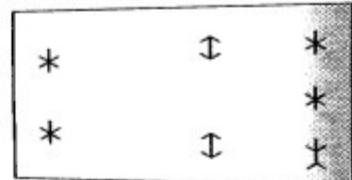

図8 ガラス板の中央部を加熱した場合の力の分布の説明図
b. ガラス板の中央部が加熱された場合熱せられた部分の温度が、ガラスが軟化する温度よりは低いとします。中央部は膨張としますが、周辺は自分の大きさを変えないで保ちたいという傾向になります。その結果、中央部には一様な(方向によらないで)圧縮の力が発生します(図8)。